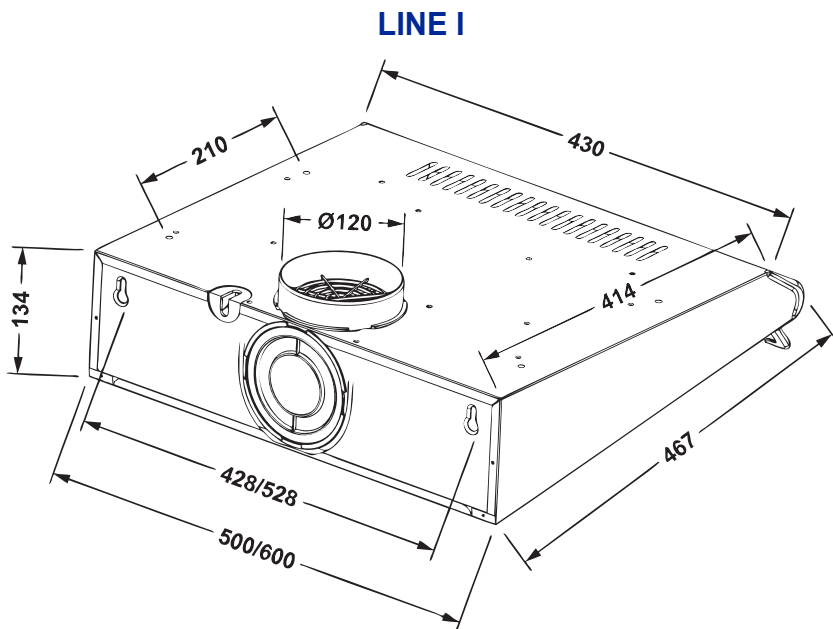

Рис. 3
«Line I» Ø 3мм. (рис.3).
- для вытяжки «Line I» - 2 или 4 шурупами ПКГ 4 x 12 с шайбами 4, которые вкручиваются изнутри вытяжки в отверстия, расположенные на верхней плоскости корпуса **(рис.3)**.
В режиме рециркуляции (рис.3) вытяжка не подключается к вентиляционной шахте кухни и воздуха проходит через установленные в вытяжке алюминиевые жировые фильтры и угольные запахоулавливающие фильтры (какие покупаются отдельно) и возвращается обратно в кухню через вентиляционные пазы **C**.